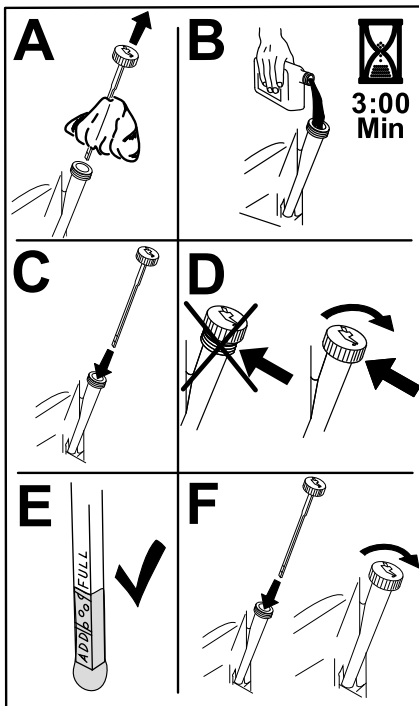

Figura 32
5. Vierta lentamente un 80% aproximadamente del aceite especificado por el tubo de llenado, luego añada lentamente el resto del aceite hasta que llegue a la marca de **Lleno** (Figura 32).
3. Llene el cárter con el tipo correcto de aceite nuevo (Figura 32).